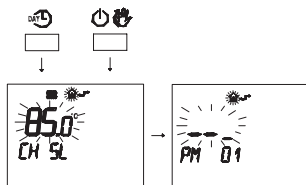

Fig. 2.17
- 2 Одновременно нажать кнопки  и  для доступа в режим прозрачного программирования ( Fig. 2.17).